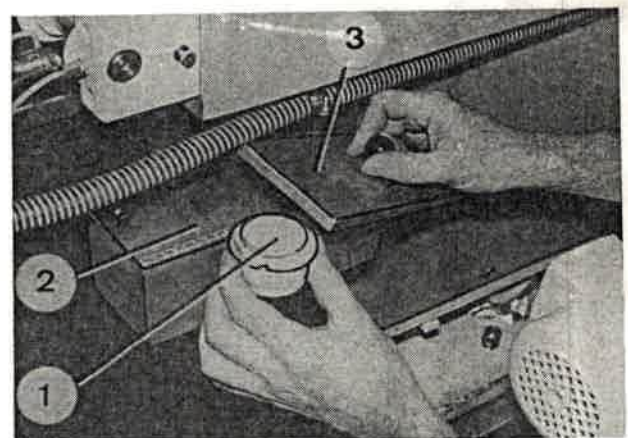

Bild 197
8.3 Farbpatrone (Bild 197/1) mit dem Einfärbkissen nach unten weisend in den mit Verdünnung gefüllten Aufbewahrungsbehälter (Bild 197/2) stellen und Behälter mit Deckel (Bild 197/3) verschließen.